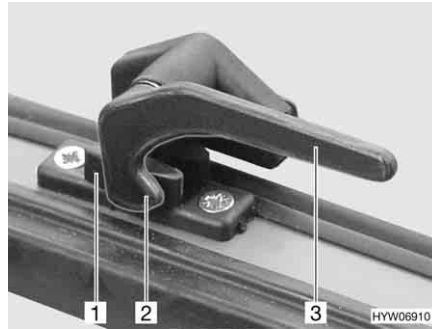

Bild 56 Verriegelungshebel in Stellung "geschlossen"
- Den Verriegelungshebel (Bild 56,3) eine viertel Umdrehung zur Fenstermitte hin drehen.
- Den Verriegelungshebel (Bild 56,3) eine viertel Umdrehung zum Fensterrahmen hin drehen. Die Verriegelungsnase (Bild 56,2) liegt auf der Innenseite der Fensterverriegelung (Bild 56,1).
- in Stellung "fest verschlossen" (Bild 56).